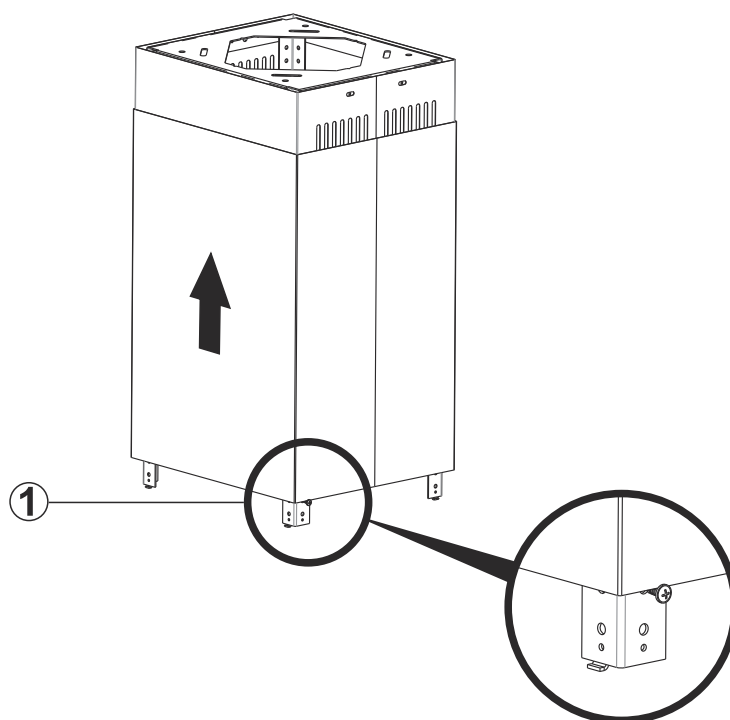

Fig. 10
1. ➤ Skub nu skorstenene over stængerne (Fig. 10).
2. ➤ Skru et stk 3,5 x 9,5 skrue (1) halvvejs ind på siden af et af stængerne, du kan nu sætte skorstenene på skruen for at montere dem senere (Fig. 10).